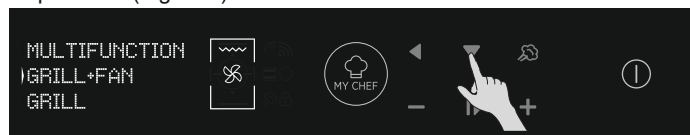

Figure 8
- Sélectionnez un mode de cuisson en appuyant sur OK lorsque la flèche est sur la fonction souhaitée. Appuyez sur la flèche des OPTIONS du menu déroulant pour consulter toutes les fonctions disponibles. (Figure 8)